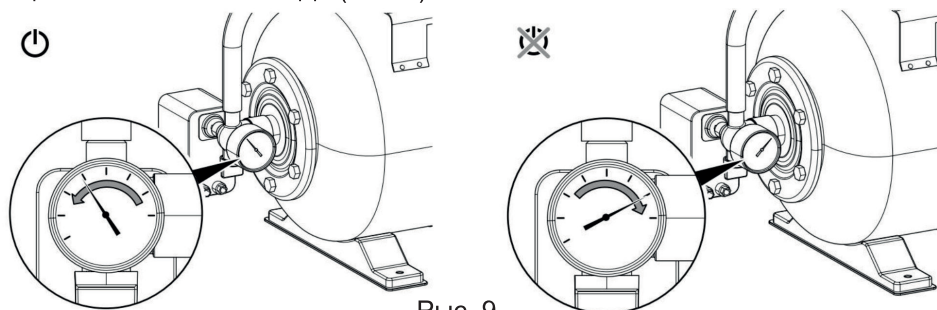

Рис. 9
**Увага!** Пасля пуску помпавай станцыі пераканаецеся ў правільнай працы аўтаматыкі помпавай станцыі. Для гэтага перакрыйце ўсе вентылі напорнай магістралі і ўключыце помпавую станцыю. Пры гэтым ціск у помпавай станцыі павінен павялічвацца (відаць па манометры) і пасля дасягнення ціску адключэння 3 бар помпавая станцыя павінна выключыцца (Рис.9).